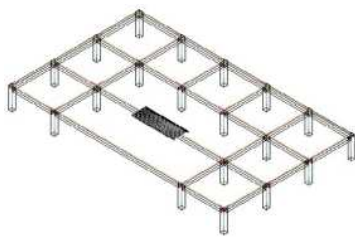

图 13-54 弯曲钢筋网片
(7) 单击“模式”面板中的“完成编辑模式”按钮, 完成弯曲钢筋网片的绘制，将视图切换至三维视图，观察图形，如图 13-54 所示。